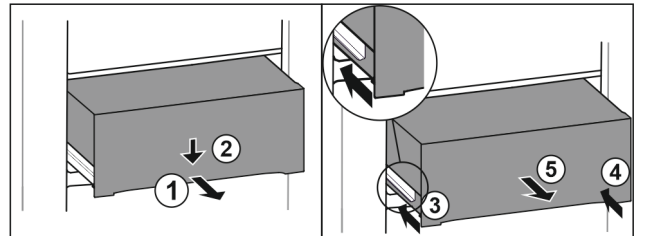

Fig. 193
- ▶ 将抽屉拉出一半。 Fig. 193 (1)
- ▶ 朝下按压正面的抽屉。 Fig. 193 (2)
- ▶ 将左侧轨道推入大约 2 cm。 Fig. 193 (3)
- ▶ 将右侧轨道推入大约 2 cm。 Fig. 193 (4)
- ▶ 朝前取出抽屉。 Fig. 193 (5)